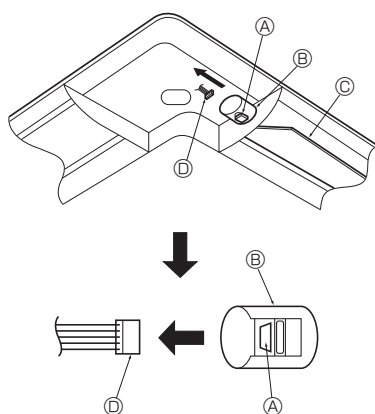

Fig. 10-16
10.4. Vastzetten van het op-/neergaande luchtuitstroomblad (Fig. 10-16)